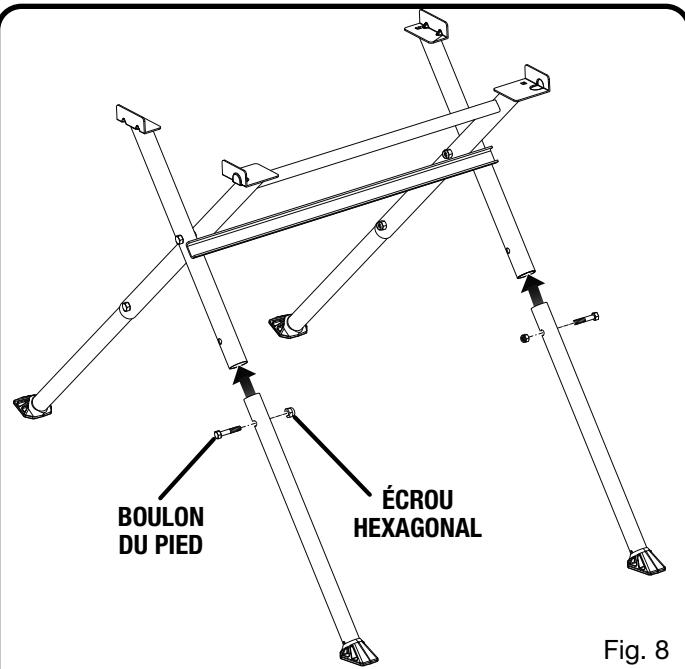

Fig. 8
- NOTE :** Le pied doit pointer loin de l'assemblage comme il est illustré dans la figure 8.